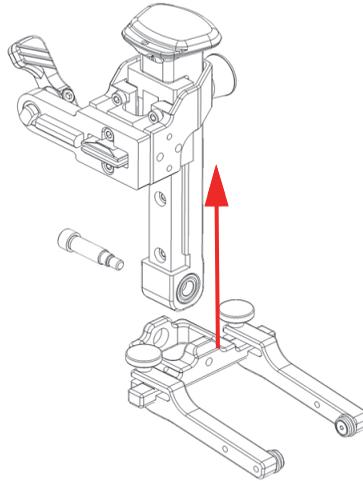

図 2-23 SLA レールをヨークピボットビームからスライドさせて外す
5. SLA レールをヨークピボットビームからスライドさせて外します (51 ページの図 2-23)。